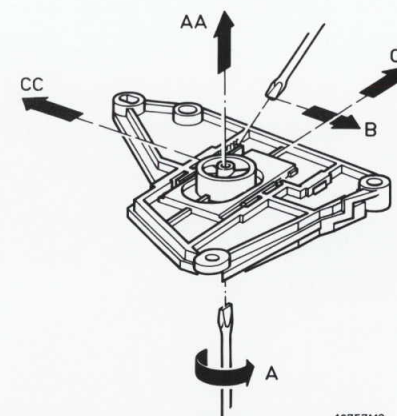

Fig. 1
- Wanneer de band bij de toonas naar boven of naar beneden gaat moet de toonas loodrecht worden ingesteld op het vliegwieltaatslager (B. Fig. 1).
Instellen door A te verdraaien (Fig. 1).